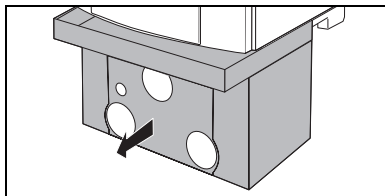

Fig. 11 Verwijder onderste ommanteling
- Verwijder de onderste ommanteling (fig. 11).